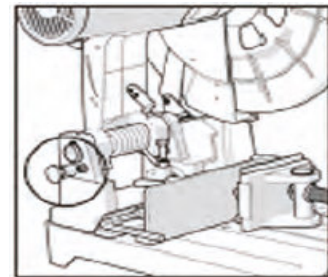

Abb.5-1: Lösen des Sägeblatts
- Entfernen Sie die untere Verriegelung und fixieren Sie den Arm in geöffneter Position (siehe Abb. 5-1).